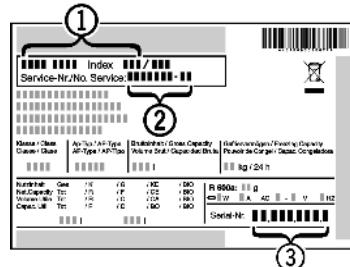

Fig. 56
- Считать обозначение устройства Fig. 56 (1), сервисный номер Fig. 56 (2) и серийный номер Fig. 56 (3) с заводской таблички. Заводская табличка находится внутри устройства слева.